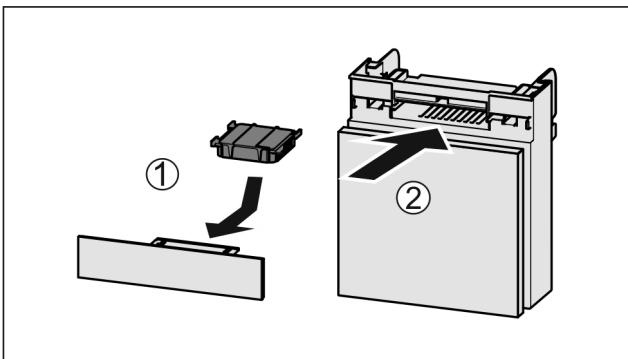

Fig. 141
- Sett inn Fig. 141 (1) aktivkullfilteret etter figuren.
- Skjv inn Fig. 141 (2) hyllen.